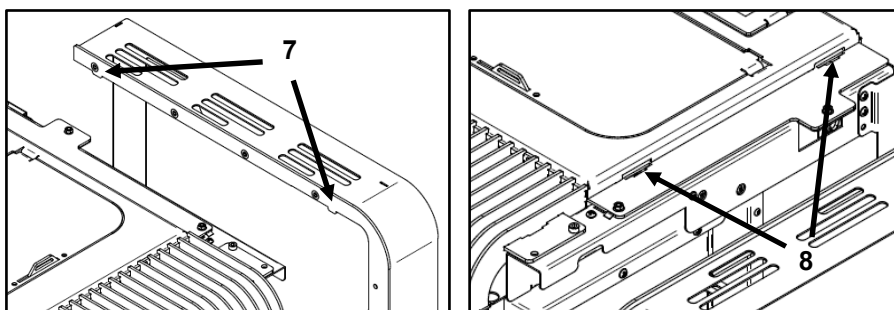

Figura 42 – Colocação das envoltentes Aspen
h) No equipamento **Aspen**, encaixar primeiro os furos inferiores **5** das envoltentes laterais, nos guias **6** que se encontram no fundo da máquina, depois no sentido descendente encaixar os apoios **7** nos rasgos **8**, como demonstra a Figura 42.